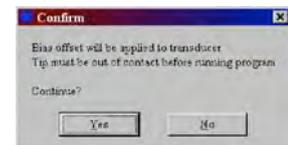

図 5
1. TriboScope4.1 をクリックすると、図 5 のウィンドウが表示される。**Yes** をクリックする。